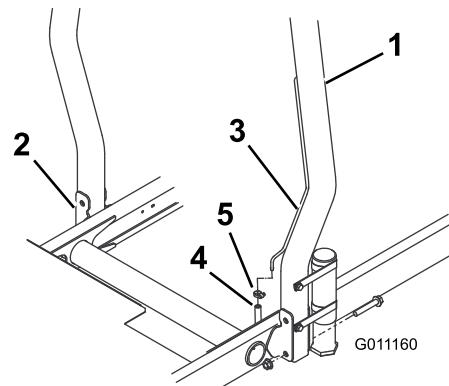

图 8
- 将翻车保护杆放低到主机安装架上对齐安装孔。确保翻车保护杆上的排气管位于机器的左侧图 8。
- 用 2 个凸缘头螺栓和 2 个锁紧螺母将翻车保护杆的两侧固定到安装架上图 8。上紧紧固件扭矩至 $81\text{N}\cdot\text{m}$ 。